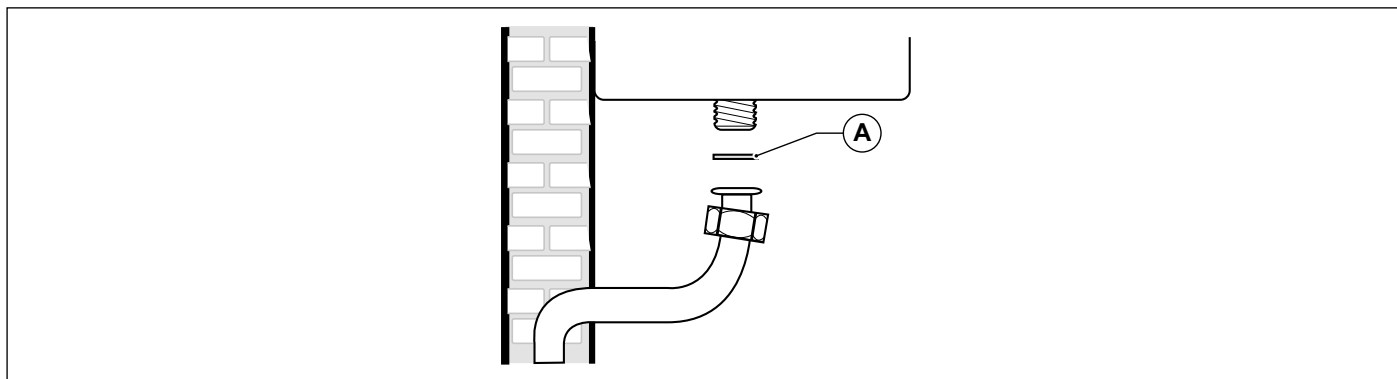

Fig. 19 Racordare la rețeaua de gaz
Pentru a conecta racordul de gaz al centralei termice la țevele de alimentare, este **OBLIGATORIU** să interpuneți o garnitură de etanșare (A) de mărime și din material adecvat (vezi Fig. 19 Racordare la rețeaua de gaz).